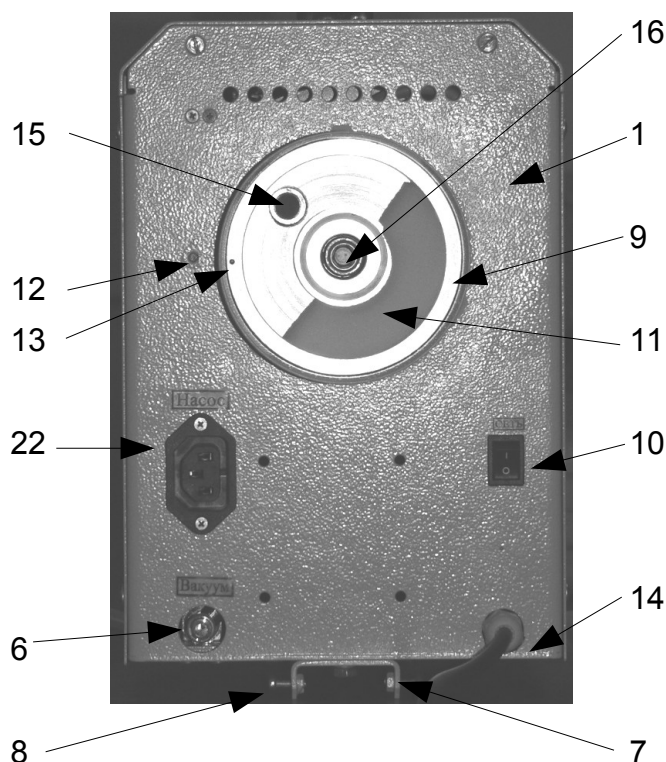

Рис. 2. Нижняя поверхность смесителя.
6.3 Открутите на 4-5 оборотов 4 винта (рис. 2 поз. 8) на швеллере (рис. 2 поз. 7) на задней стенке смесителя.
6.4 Навесьте смеситель на настенный кронштейн так, чтобы все 4 винта (рис. 2 поз. 8) попали в пазы и затем затяните эти винты до упора.
6.5 Присоедините вакуумный шланг к штуцеру (6) (см. рис.2) и к входному штуцеру вакуумного насоса, вставьте разъем кабеля вакуумного насоса в разъем (22) в основании смесителя.